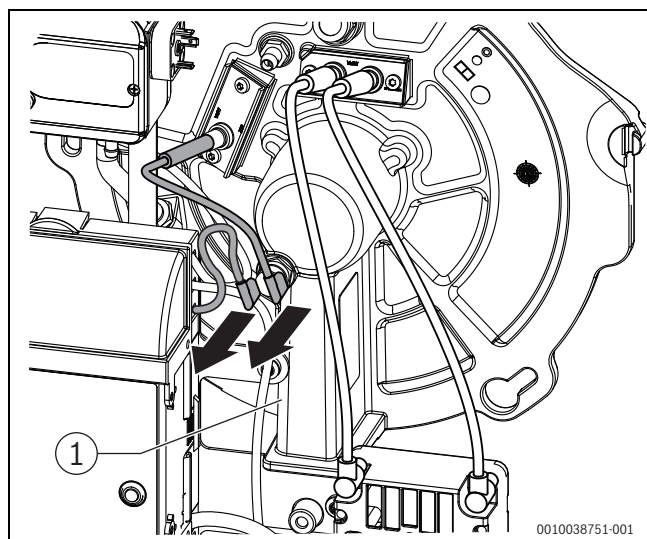

Bild 53 Stecker am Temperaturwächter abziehen
- Stecker am Temperaturwächter abziehen (→ Bild 53)